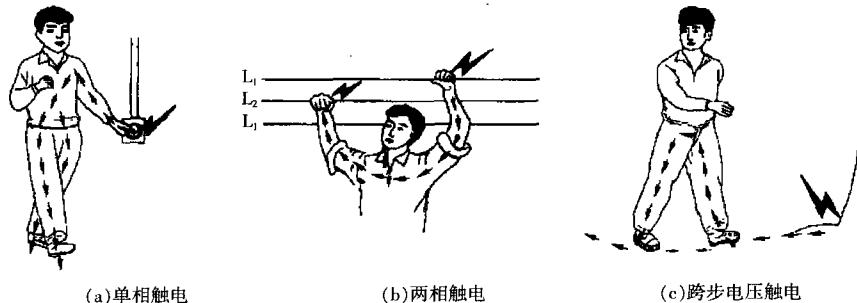

图 1.1 三种触电的形式
(1)单相触电指人体的一部分在接触一根带电相线的同时，另一部分又与大地(或零线)接触，电流从相线流经人体到地(或零线)形成回路的触电，如图 1.1(a)所示。
(2)两相触电是指人体的不同部位同时接触两根带电相线时的触电。如图 1.1(b)所示。
(3)跨步电压触电。雷电流入地或电力线(特别是高压线)断落到地时，会在导线接地点及周围形成强电场。当人跨进这个区域，两脚之间出现的电位差称为跨步电压。在这种电压作用下，电流从接触高电位的脚流进，从接触低电位的脚流出，从而形成触电，如图 1.1(c)所示。跨步电压的大小取决于人体站立点与接地点的距离，距离越小，其跨步电压越大。当距离超过 20m，可认为跨步电压为零，不会发生触电危险。